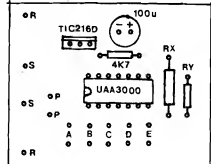

Fig. 3
- FIG. 3 - "CHAPEADO" DA MONTAGEM - Com a placa agora vista pelo lado não cobreado, os irrisoriamente poucos componentes todos posicionados, não há o que errar...! Basta observar a orientação dos três compo-